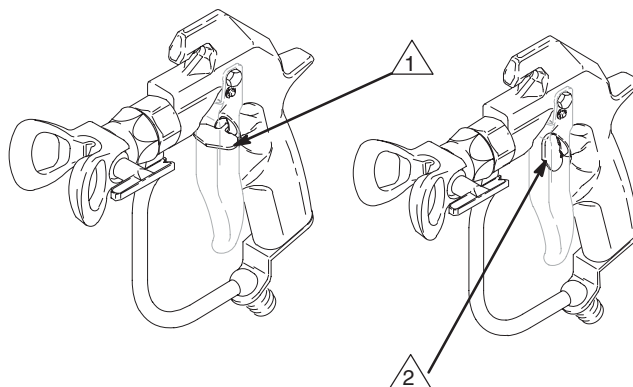

Fig. 1
1. Pour verrouiller la gâchette du pistolet, faire pivoter la sécurité perpendiculairement au corps du pistolet. Voir Fig. 1.
2. Pour déverrouiller la gâchette du pistolet, tirer la sécurité et la faire pivoter parallèlement au corps du pistolet. Voir Fig. 1.